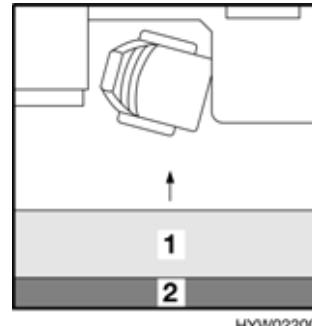

Fig. 99 Prima della trasformazione
- Sollevare leggermente il divano (Fig. 99,1) ed estrarre fino all'arresto.
- Sfilare il cuscino aggiuntivo (Fig. 99,2) dal cuscino dello schienale. Il cuscino aggiuntivo è fissato a quello dello schienale tramite un nastro in velcro e può essere staccato con facilità.